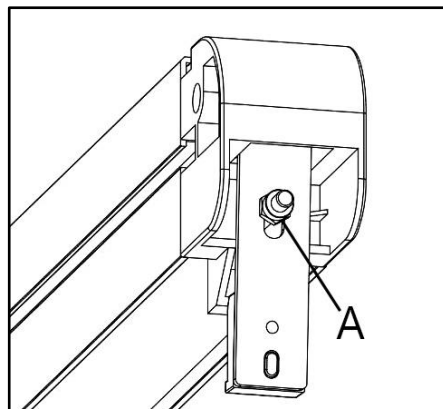
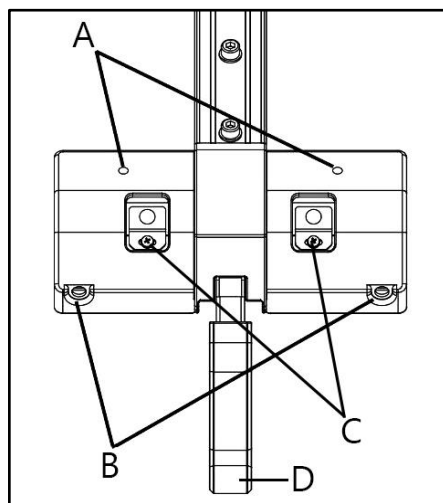

Рисунок 35
Рисунок 36
- Поворачивайте гайку А (рис. 35) до тех пор, пока параллельный упор не будет крепко удерживаться, когда рычаг блокировки D (рис. 36) будет установлен в нижнее положение.
- Если требуется регулировка, разблокируйте параллельный упор и поверните один из двух регулировочных винтов А (рис. 36). Зафиксируйте параллельный упор и повторите проверку. Продолжайте эту процедуру, пока параллельный упор не будет перпендикулярен рабочему столу.
- Если требуется регулировка, разблокируйте параллельный упор и поверните один из двух регулировочных винтов В (рис. 36).
- Ослабьте два регулировочных винта С (рис. 36) и двигайте указатель влево или вправо, пока указатель (красная линия) не сравняется с значением измерения, полученным на предыдущем шаге.
Разблокируйте параллельный упор, подняв рычаг блокировки D (рис. 36).